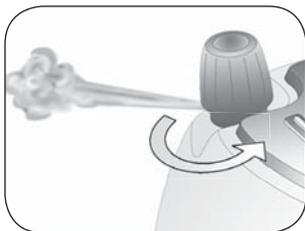

Fig. 8
- 1 Premere il pulsante (L) per spegnere la caldaia.
- 3 Premere il pulsante vapore (D) e lasciare uscire tutto il vapore fino al completo esaurimento.
- 4 Spegnere il ferro da stiro tramite il pulsante (O) e scollegare il cavo di alimentazione dalla presa di corrente.
- 6 Svitare in senso antiorario il tappo della caldaia (B). Prima di svitarlo completamente, attendere che cessi il sibilo del vapore residuo (Fig. 8).
- 1 Spegner la caldaia premendo l'interruttore (L).
- 3 Premere il pulsante vapore (D) per eliminare la pressione residua nella caldaia.
- 4 Premere l'interruttore (O) per spegnere il ferro.
- 7 Con molta attenzione, svitare il tappo della caldaia (B) ed attendere, prima di svitarlo completamente, che cessi il sibilo del vapore residuo (Fig. 8).